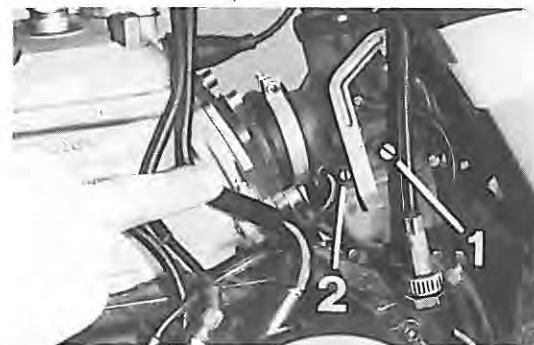

Fig. 16
- Regolare la vite del minimo (Fig. 16 POS. 1) in modo da ottenere una rotazione costante del motore.
- Avvitare o svitare la vite aria (Fig. 16 POS. 2) fino ad ottenere il maggiore numero di giri/min. del motore.